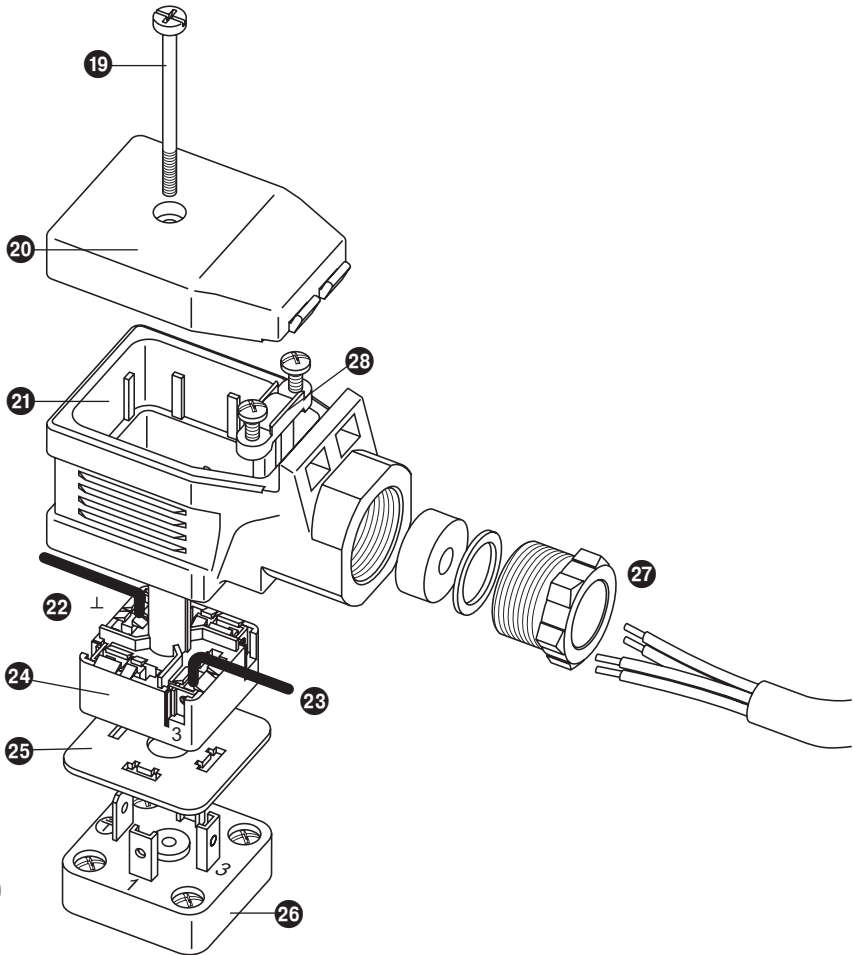

Fig. 9
1. Schraube 19 lösen. **Fig. 9**